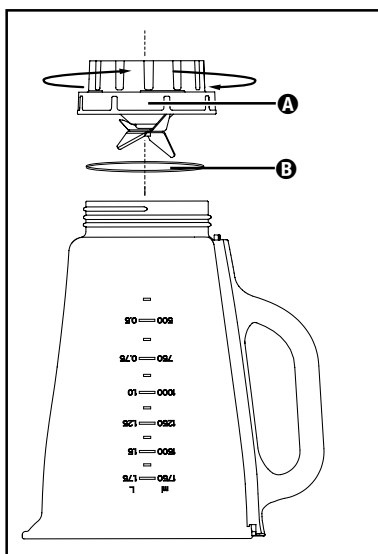

Fig. 3
2) Coloque o aparelho de cabeça para baixo e rode a peça **A** com as lâminas de corte **4** no sentido contrário ao dos ponteiros do relógio, de modo a poder soltar-se do copo misturador **3** (ver fig. 3).